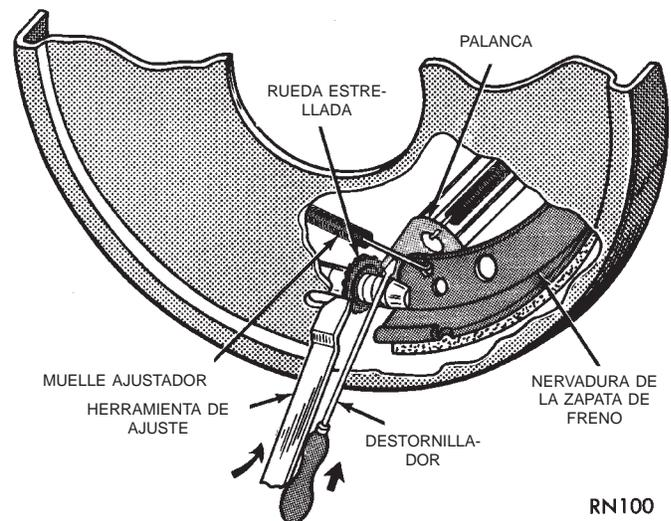

Fig. 62 Ajuste del freno
(1) Asegúrese de que la palanca del freno de estacionamiento está totalmente liberada.
(2) Eleve el vehículo de manera que las ruedas traseras puedan girar libremente.
(3) Retire el tapón de cada uno de los orificios de acceso en las placas de apoyo del freno.
(4) Afloje la tuerca de ajuste del cable del freno de estacionamiento hasta que quede suelto el cable delantero.
(5) Inserte la herramienta de ajuste a través del orificio de acceso de la placa de apoyo y encaje la herramienta en los dientes de la rueda estrellada del tornillo de ajuste (Fig. 62).